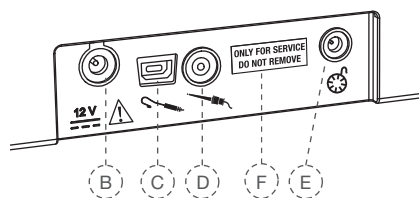

Fig. 3: Conexões na parte traseira
Através da tomada USB (Fig. 3 - F) podem ser feitos updates e manutenções. Esta tomada destina-se exclusivamente ao uso por pessoal autorizado. No estado original do fornecimento a tomada está coberta por uma etiqueta com as inscrições "ONLY FOR SERVICE - DO NOT REMOVE" (apenas para trabalhos de manutenção - não retire). A etiqueta só deve ser retirada por pessoal autorizado. A única exceção é o upgrade com o software R 1.0, o qual pode ser efectuado por si mesmo, com a ajuda do manual de upgrade VDW.GOLD®.
3. Introduza o conector do cabo do carregador de bateria na tomada correta na parte traseira do aparelho (Fig. 3, B).
8. Introduza o conector do cabo do pedal na respectiva tomada (Fig. 3, E) na parte traseira da unidade de comando.
10. Ligue o conector do cabo do clipe labial na respetiva tomada (Fig. 3, C) na parte traseira da unidade de comando.
12. Ligue o conector do cabo da ponteira na respetiva tomada (Fig. 3, D) na parte traseira da unidade de comando.